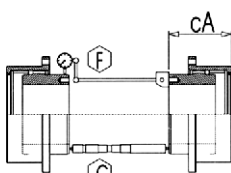
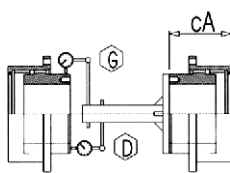
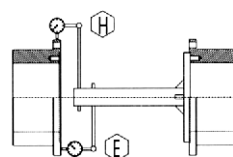

Fig.03
Fig.04
Fig.05
H.2 Ricercare il valore del disallineamento angolare, elaborando, secondo quanto indicato nello schema sotto riportato, i rilievi del parallelismo di testa tra le superfici frontali di riferimento dei due mozzi. Per le allunghe con spaziatore tubolare o con albero flottante, questo potrà essere fatto usando un micrometro per interni posizionato come **C** in Fig. 03 o un comparatore posizionato come **D** in Fig. 04 o **E** in Fig. 05. La massima differenza tra due valori riscontrati a 180° indica il  $\Delta A$ .
Ricercare il valore del disallineamento parallelo, elaborando, secondo quanto indicato, i rilievi dell'eccentricità reciproca tra i diametri di riferimento dei due mozzi. L'eccentricità dei mozzi sarà rilevata con un comparatore posizionato come **F** in Fig. 03, **G** in Fig. 04 o **H** in Fig. 05.